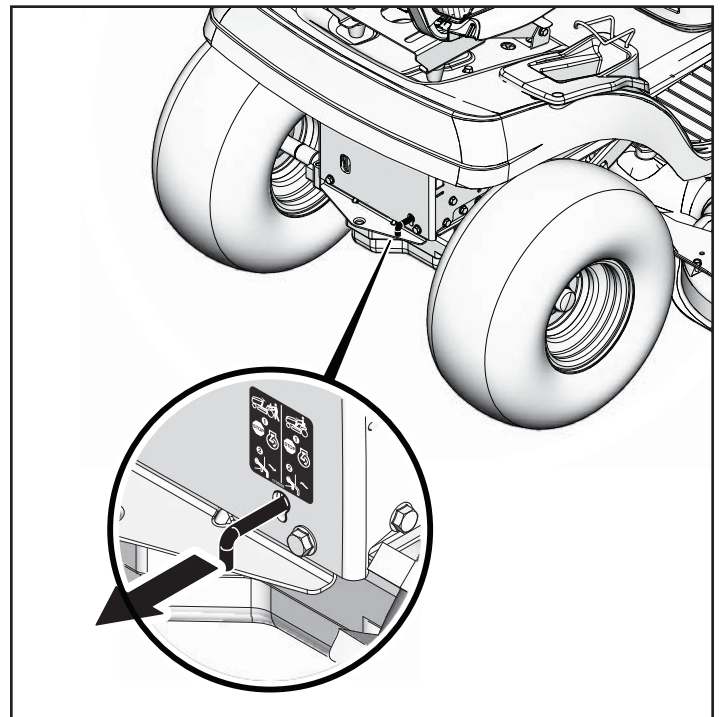

Figura 8
2. Puxe a alavanca aproximadamente 6 cm para fora para soltar a transmissão (consulte a Figura 8).